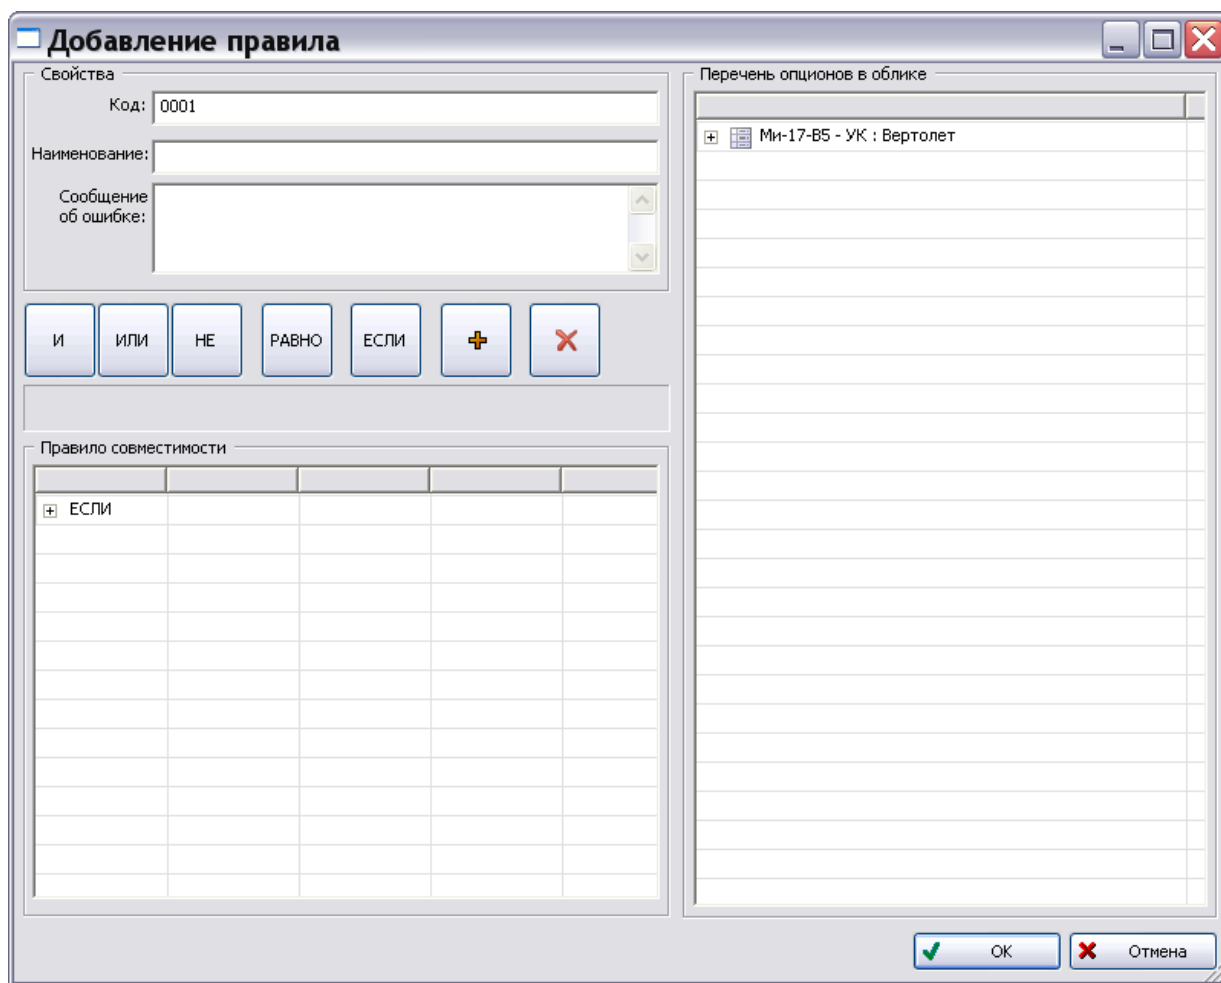

Рис. 35
2. На панели инструментов правого окна нажмите на кнопку **Добавить новое правило** . После этого появится диалоговое окно **Добавление правила** (Рис. 35).